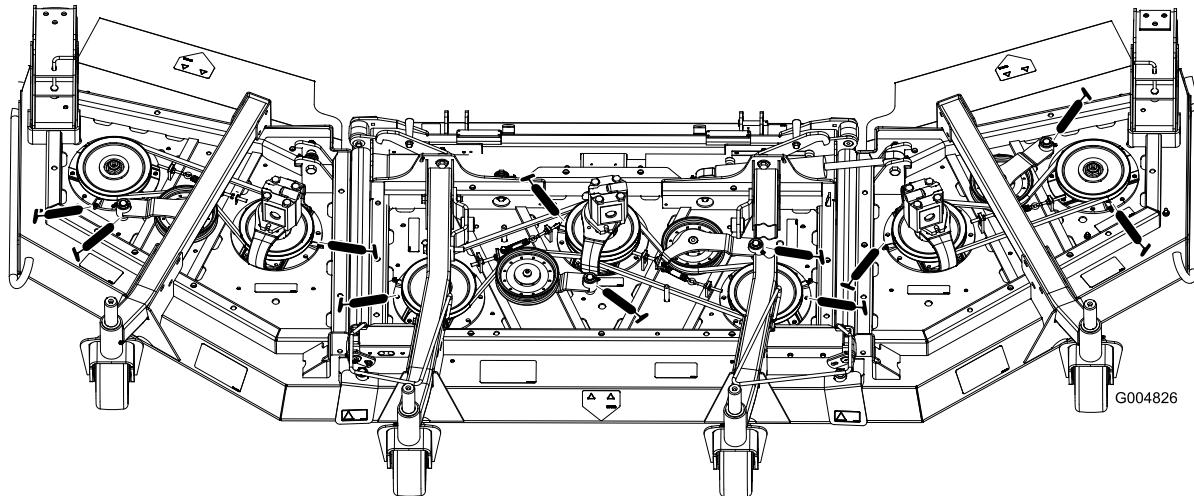

**Figure 67**
- 2 bagues d'axe de fourche de roue pivotante (Figure 67)